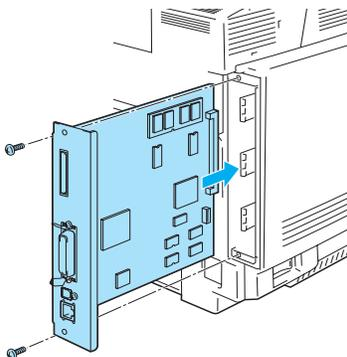

**Figura 4-23**
- 4 Pulse **Set** para imprimir la lista de fuentes opcionales (Figura 4-23).